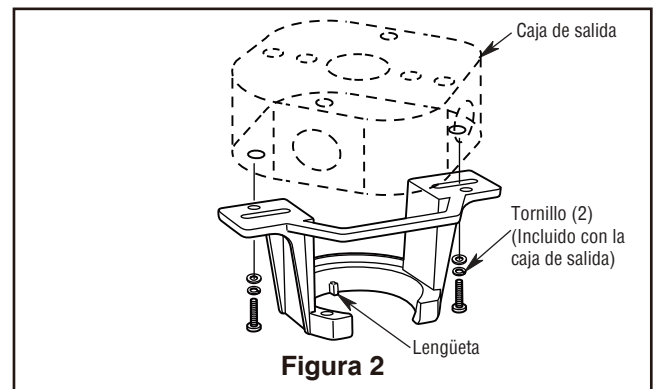

Figura 2
- ☐ 1. Fije bien la abrazadera para colgar a la caja de salida con los tornillos y las arandelas provistas con la caja de salida. (Figura. 2)